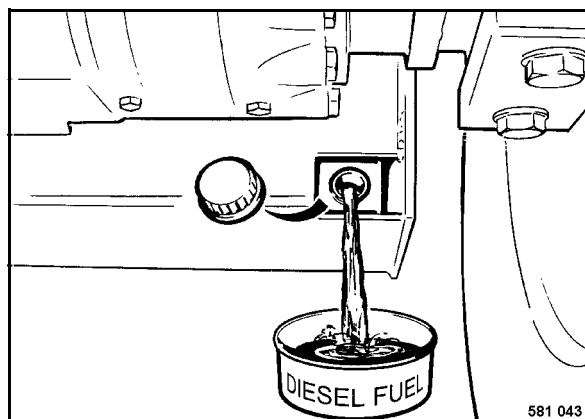

fig. 108
- Dévisser le bouchon de vidange (fig. 108) et laisser écouler env. 5 litres de carburant.